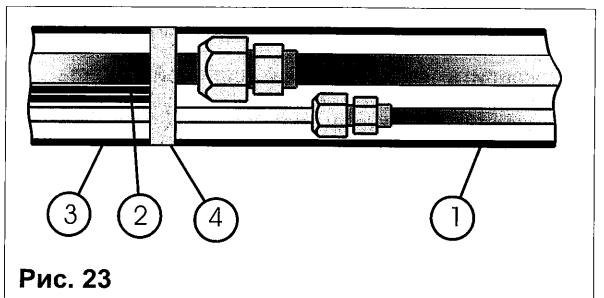

Рис. 23
5. Изолируйте каждый трубопровод в отдельности, а также их соединения. Толщина изоляции должна быть не менее 6-и мм. Соберите трубопроводы, дренажный шланг и электрические кабели в одну обмотку из стойкой к ультрафиолетовому облучению виниловой ленты (см. рис. 23).
6. После присоединения трубопроводов, убедитесь, что как они, так и электрические кабели и дренажный шланг надежно изолированы в трубки из губчатой резины толщиной в 6 мм., собраны вместе в одну обмотку из стойкой к ультрафиолетовому облучению нелипкой пластмассовой ленты и проведены через отверстие в стене. Скрепите изолированные трубопроводы (1) клейкой лентой (4), как показано на рис. 23.